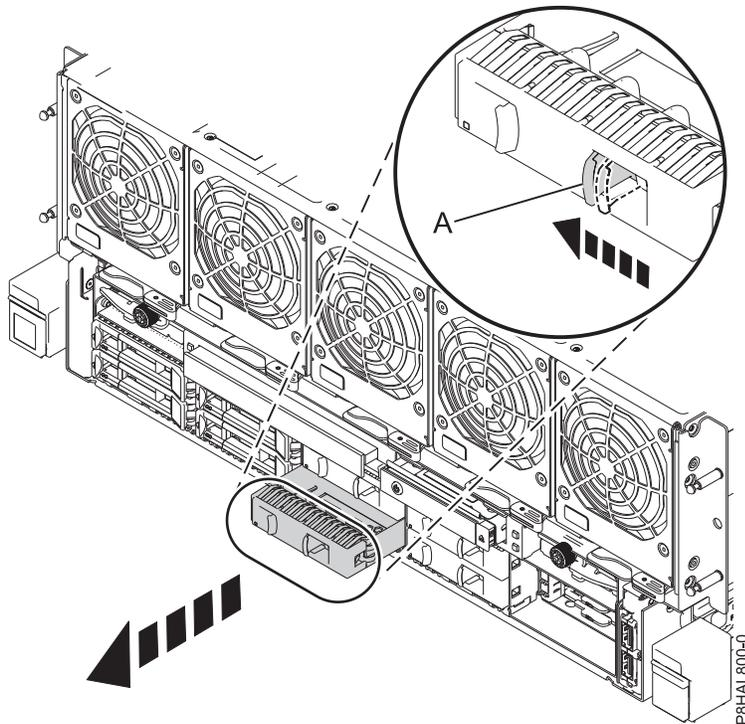

Figura 12. Extracción de un panel de relleno de unidad de disco de un sistema 8408-44E o 8408-E8E
- a. Empuje el pestillo (**A**) en el asa del panel de relleno en la dirección que se muestra en la Figura 12 en la página 21.